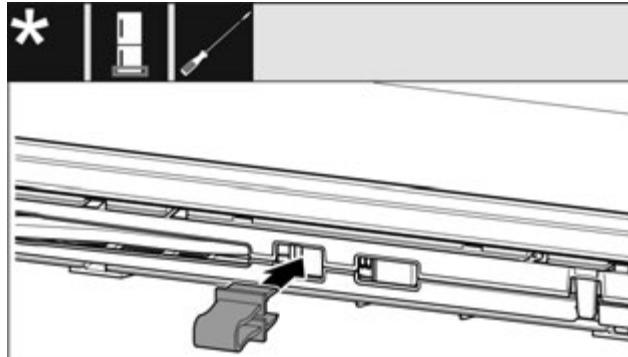

Fig. 14
- Зафіксуйте запобіжник в отворі Fig. 14 (0).